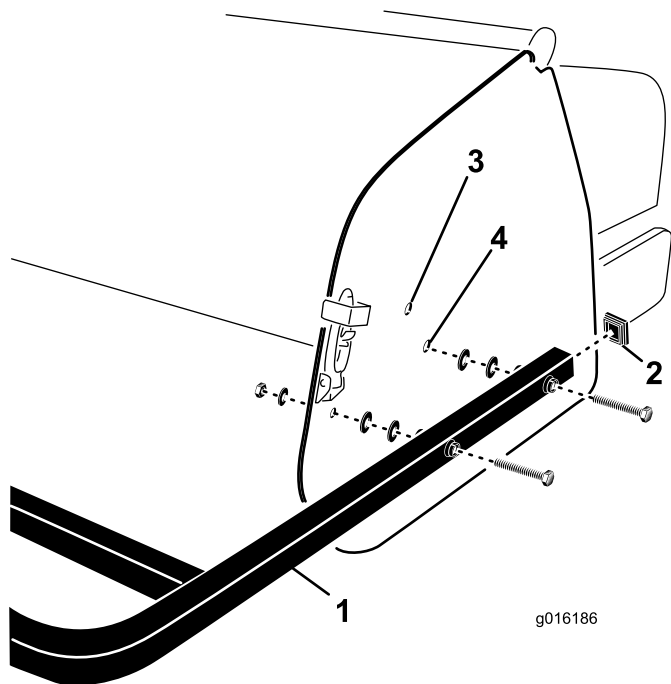

Рисунок 31
1. Вставьте торцевые крышки в торцы труб заднего ограждения (Рисунок 31).
2. Совместите отверстия в монтажных трубах заднего ограждения с отверстиями в боковых панелях аэратора (Рисунок 31).
3. Закрепите монтажные трубы ограждения на боковых плитах 4 винтами, плоскими шайбами и гайками (Рисунок 31).